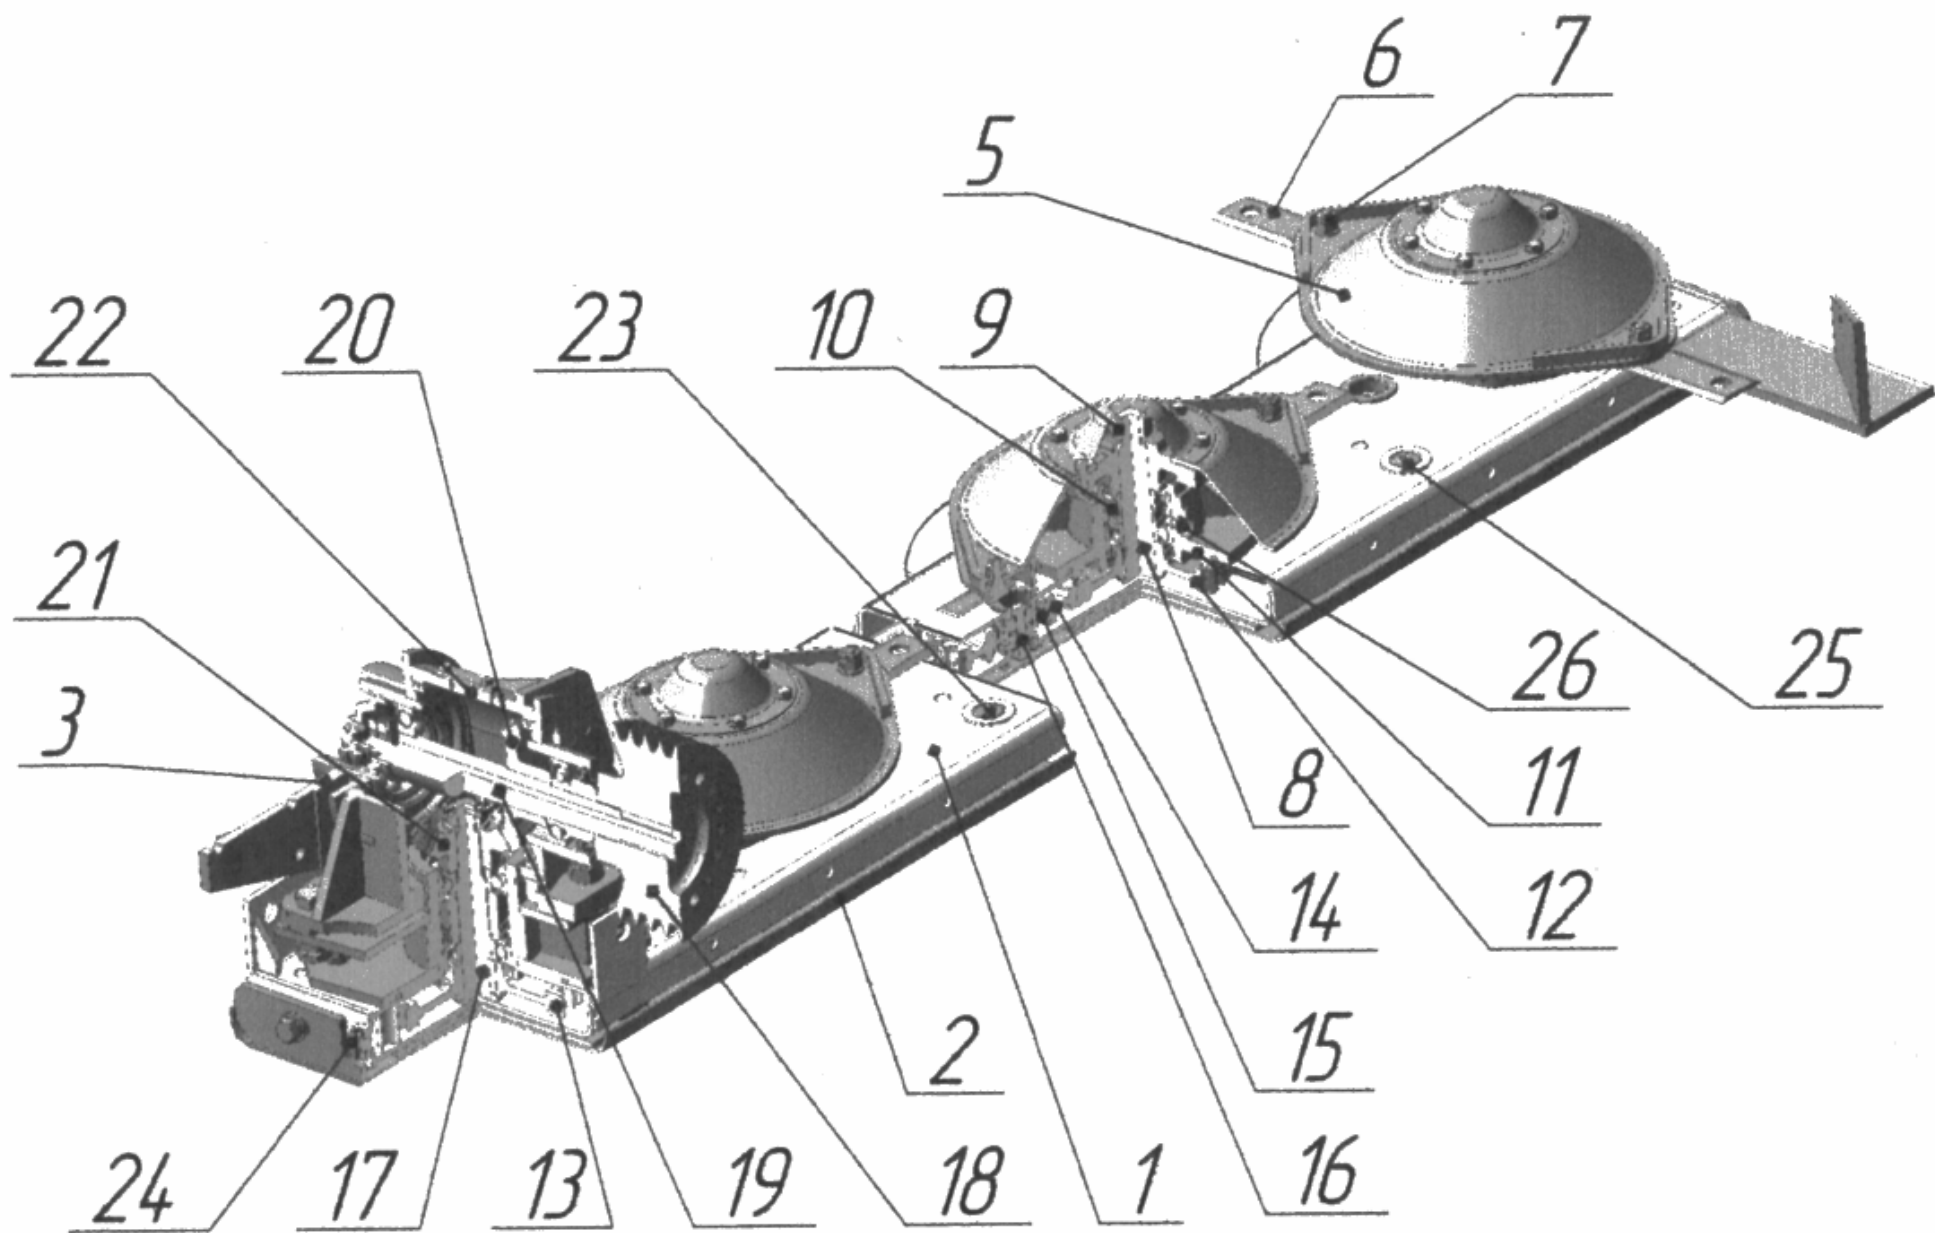
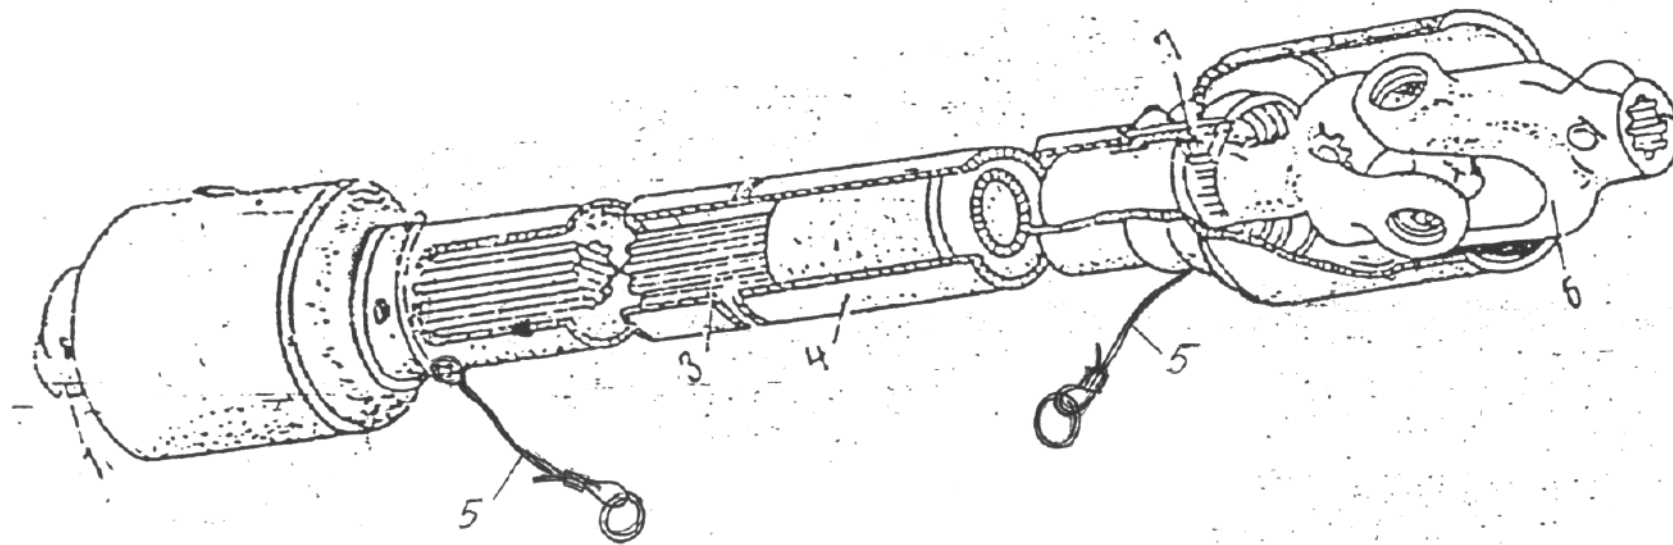
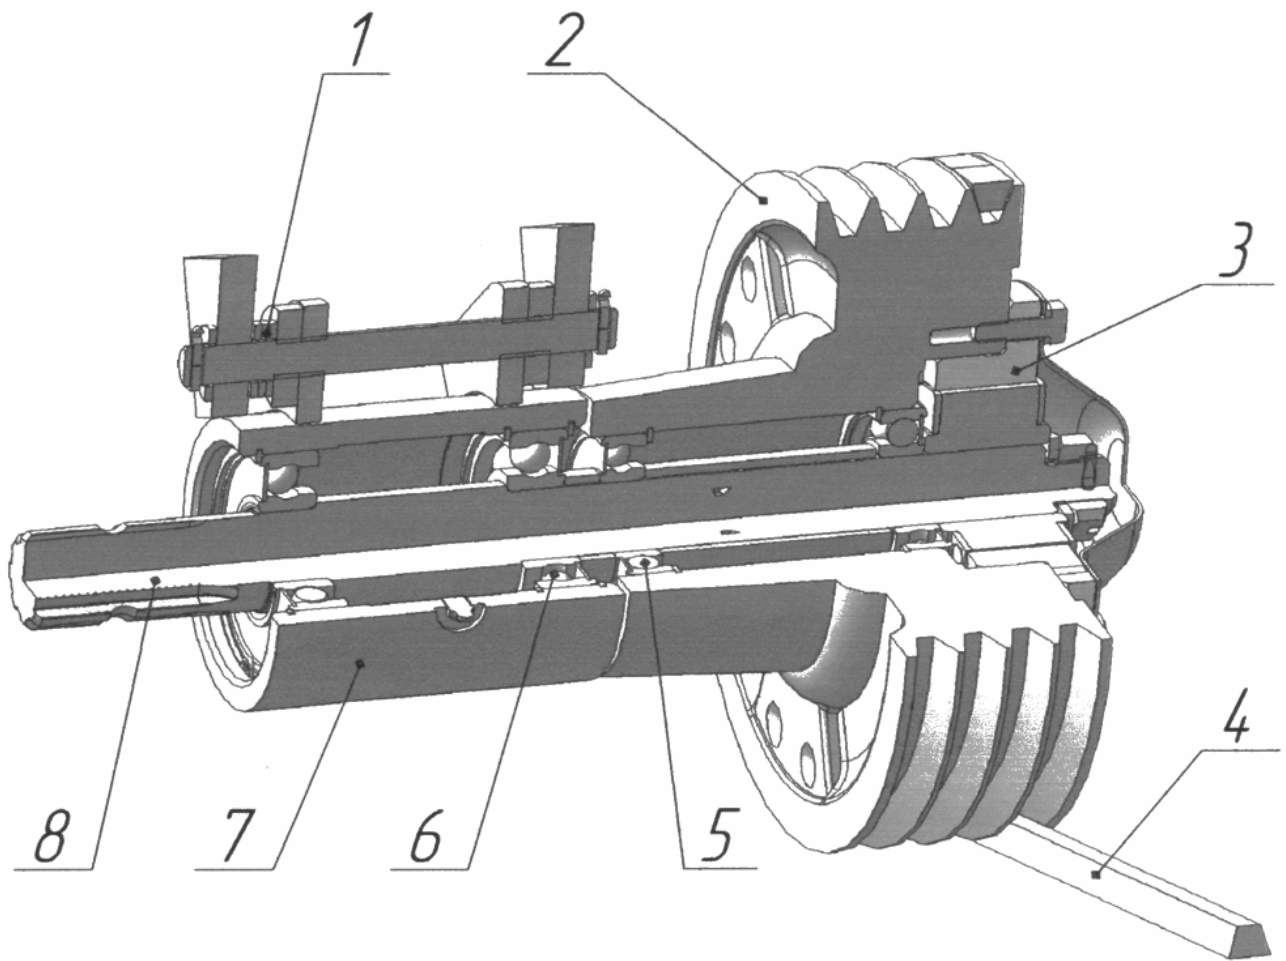
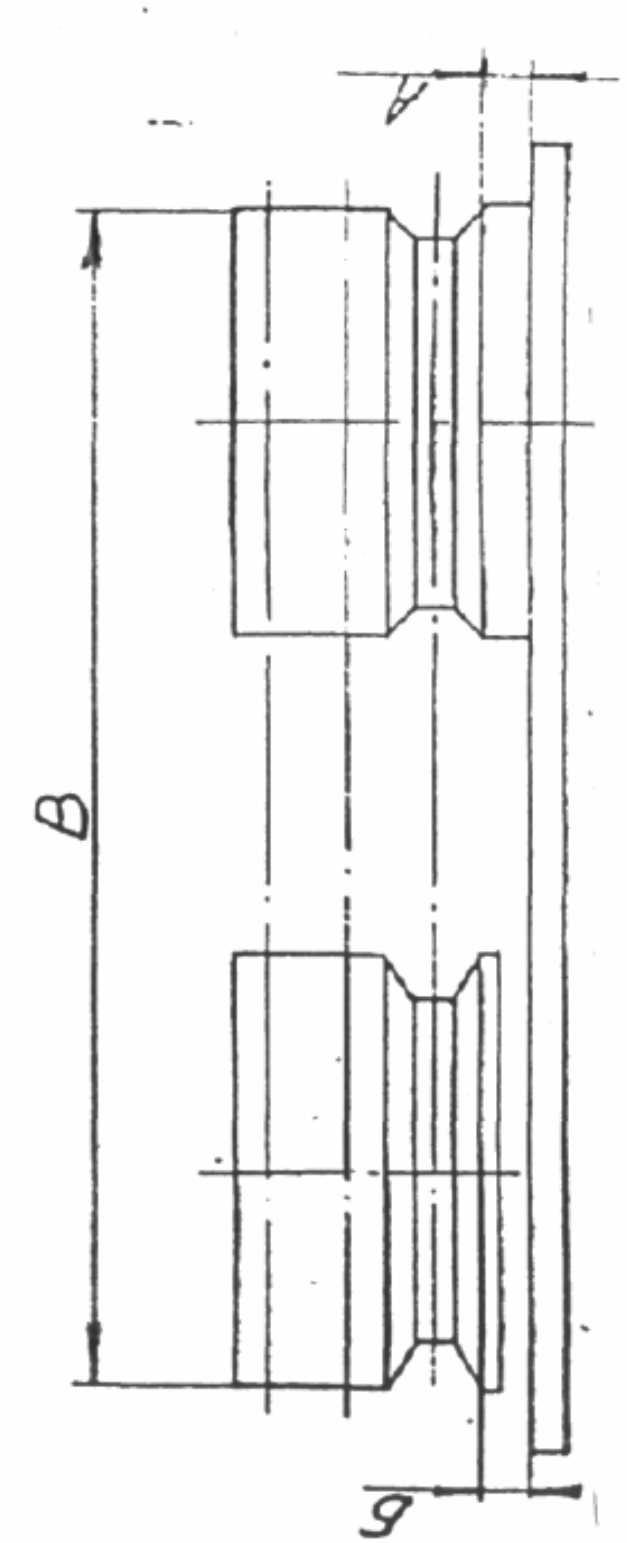

Рис. 10 Режущий аппарат
Рис. 12 Карданная передача
Рис. 13 Шкив ведущий
Рис. 19
4.4 Ротационный режущий аппарат (рис.10).
Привод рабочих органов косилки осуществляется от ВОМ трактора через карданную передачу (рис.12) к валу ведущего шкива. Далее через клиноременную (рис.13,14) и зубчатую передачи на режущий аппарат.
4.6.1 Карданная передача (рис.12) состоит из телескопического вала 3, двух шарниров 1 и 6, закрытых телескопическим кожухом 4, установленным на шарикоподшипниках 7. Для предотвращения проворачивания кожуха 4 на нем имеются два стопорных троса 5, закрепляемые один к раме навески косилки, другой – к средней тяге навесного устройства трактора.
4.6.2 Клиноременная передача состоит из ведущего шкива 2, клиновых ремней 4 (рис.13) и ведомого шкива 18 (рис.10). Передача защищена кожухом.
На валу 8 (рис.13) в корпусе шкива 2 смонтирована обгонная муфта 3, предназначенная для обеспечения холостого хода роторов и механизмов передач в момент отключения вала отбора мощности трактора. Ведущий шкив 2 установлен на подшипниках 5 и 6 в корпусе 7, шарнирно подвешенном к подрамнику на оси 9. Соосность канавок ведущего и ведомого шкивов обеспечивается смещением корпуса 7 за счет перестановки регулировочных шайб 1.
6.1.4 Установите на шлицевой конец вала 8 ведущего (рис.13) вилку 6 карданной передачи (рис.12). Закрепите свободный конец тросика кожуха к нижнему кронштейну рамы косилки.
Ведущий и ведомый шкивы должны находиться в одной плоскости. Это достигается путем установки регулировочных шайб 1 (рис.13) между корпусом 7 и стойками кронштейна. При этом разница размеров А и В (рис.19) не должна превышать 3мм. При регулировании пользоваться линейкой (кругом, шестигранником, уголком и т.д.), прикладывая ее к торцу ведомого шкива. Длина линейки должна несколько превышать размер В. После регулировки шайбы должны полностью заполнять зазоры между корпусом и кронштейнами. Начальное натяжение клинового ремня проверяется по ведущей ветви в середине ее длины. При этом допустимый прогиб ремней должен соответствовать рис.19а.